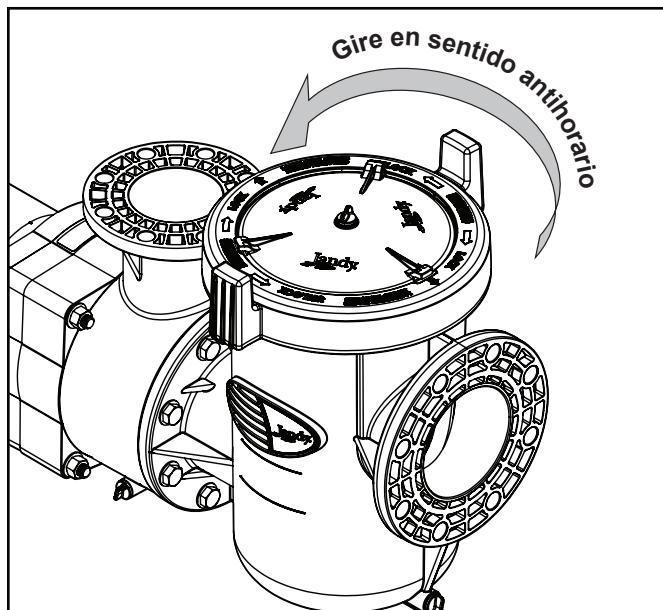

Figura 8. Desconectar el anillo de bloqueo
4. Verifique que haya instalada una sección de tubo recto, con un largo de cinco veces su diámetro, entre el lado de succión de la bomba y el primer codo. Consulte la Figura 8.
- Siga las marcas en el anillo de bloqueo. Con las dos manijas, gire lentamente el anillo de bloqueo en sentido antihorario hasta que la tapa y el anillo de bloqueo se separen del alojamiento de la bomba. Consulte la Figura 8.